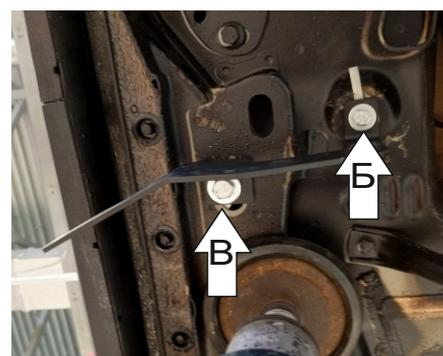

Рис. 4
4. Установить задние кронштейны к установленным гайкам закладным, сдвигая кронштейны максимально вправо и используя соответствующие болты M8x25 с шайбами 8 ув., втулками 6 мм для Haval Jolion и M10x25 с шайбами 10 ув., втулками 6 мм для Haval Jolion. (Рис. 4)